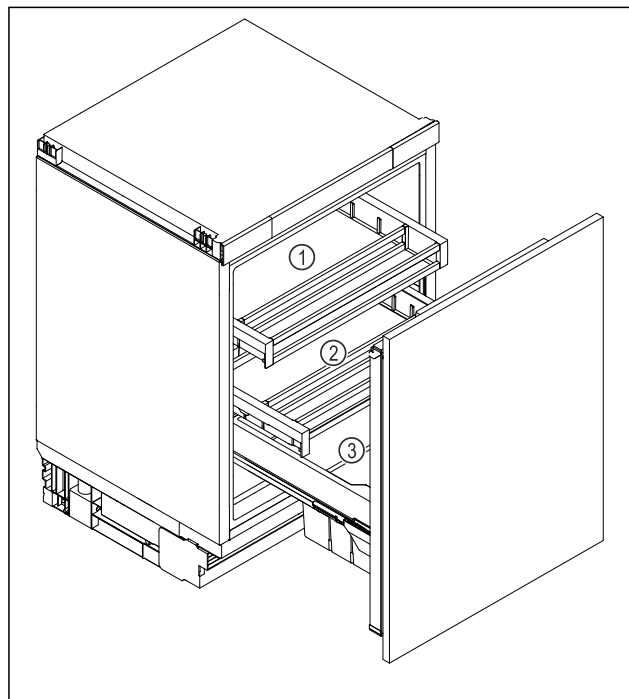

Fig. 6 Représentation à titre d'exemple
- ▶ Tiroir supérieur Fig. 6 (1) : conserver le beurre, le fromage, les conserves et les tubes.
- ▶ Tiroir inférieur Fig. 6 (2) : conserver les aliments facilement périssables, tels que les plats cuisinés, le poisson, la viande et la charcuterie.
- ▶ Compartiment à fruits et légumes Fig. 6 (3) : conserver les fruits et légumes emballés.
- ▶ Compartiment à boissons Fig. 6 (3) : conserver les bouteilles.